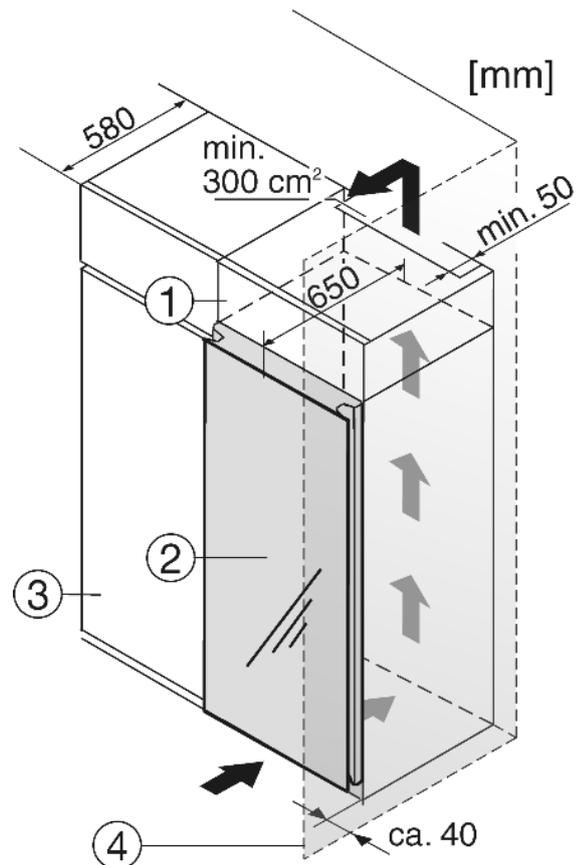

Fig. 18
- (1) Aufsatzschrank
- (2) Gerät
- (3) Küchenschrank
- (4) Wand
Beim Umbau mit Norm-Küchenschränken (Tiefe max. 580 mm) kann das Gerät direkt neben dem Küchenschrank Fig. 18 (3) aufgestellt werden. Die Gerätetür steht 70 mm gegenüber der Küchenschrankfront vor. Sie lässt sich dadurch einwandfrei öffnen und schließen.
Wenn das Gerät mit den Scharnieren neben einer Wand Fig. 18 (4) aufgestellt wird, muss der Abstand zwischen Gerät und Wand mindestens 40 mm betragen.